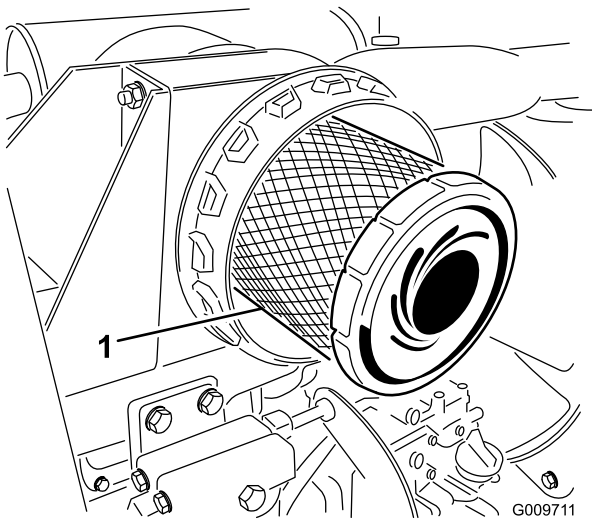

Figure 29
3. Déposez et remplacez le préfiltre (Figure 29).